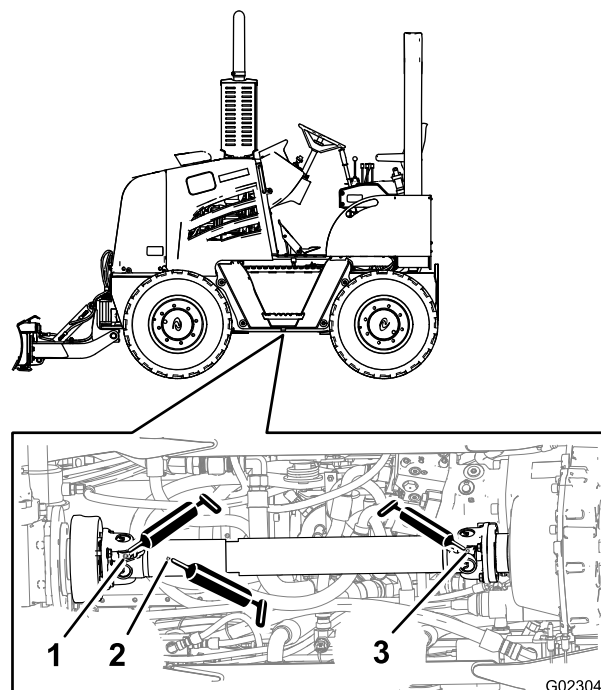

Figure 33
2. Raccordez la pompe à graisse au graisseur de l'accouplement à glissement à l'avant de l'arbre d'entraînement, et injectez 2 ou 3 jets de graisse dans le raccord (Figure 33).